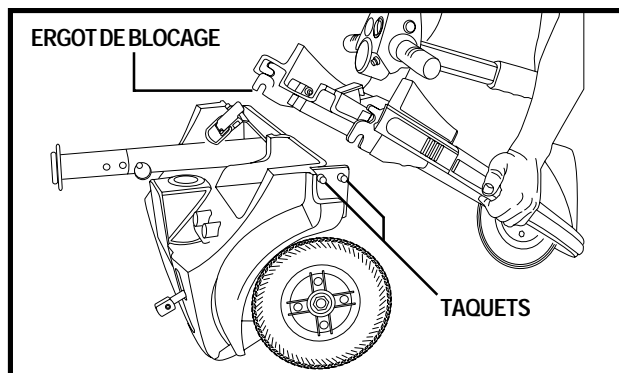

Figure 19. Séparation des sections du châdre
2. Soulever la section avant pour dégager les ergots des fentes. **Voir la figure 19.**
1. Positionnez les sections avant et arrière tel que montré dans **la figure 19**.